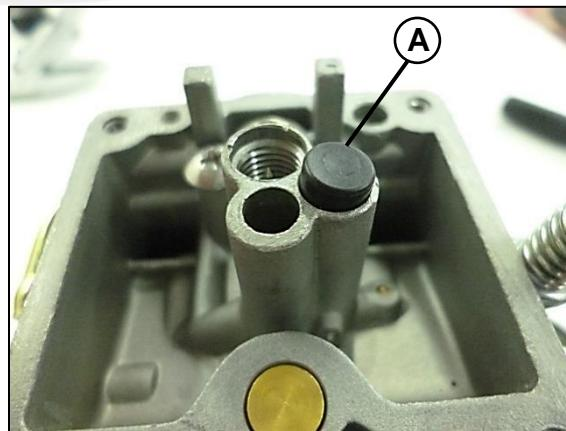

Fig.21
Tenga especial cuidado al remover el tapón (A) de no perderlo, este sirve como depósito para el sistema de choke; En él se alojaran todas las partículas que se filtren del ambiente. Fig.21